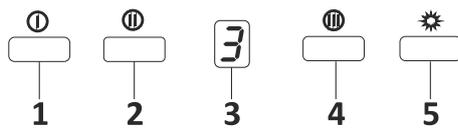

Fig. 14
1. ➤ Appuyez sur ce bouton pour allumer le produit. Le produit fonctionnera également au 1er niveau de vitesse lorsque ce bouton est enfoncé. Fig. 14
2. ➤ Le produit fonctionnera au 2ème niveau de vitesse lorsque ce bouton est enfoncé. Fig. 14
3. ➤ Écran : Vous pouvez suivre la vitesse à laquelle le produit fonctionne sur cet écran. Fig. 14
4. ➤ Le produit fonctionnera au 3e niveau de vitesse lorsque ce bouton est enfoncé. Fig. 14
5. ➤ Appuyez sur ce bouton pour allumer et éteindre la lampe. Fig. 14
6. ➤ Appuyer et maintenir l'un des boutons de fonctionnement du moteur pendant plus de 2 secondes lancera une fonction de minuterie de 15 minutes. Un signal s'affichera une fois que la minuterie démarrera et le moteur s'arrêtera automatiquement après 15 minutes. Fig. 14